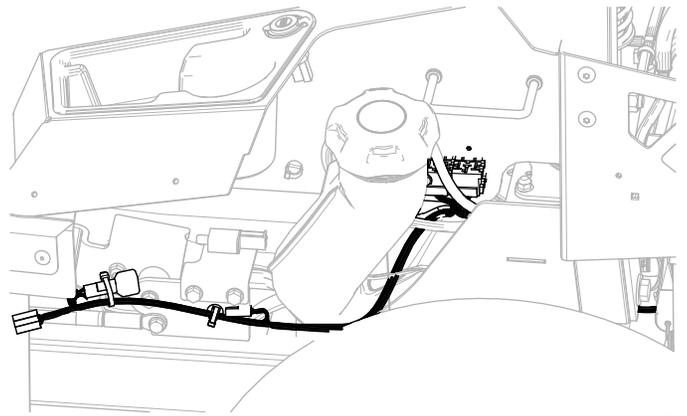

Figura 12
2. Enrute el arnés de cables (Figura 12) por el lado izquierdo del bastidor, a través de la grapa que instaló en el paso 1.